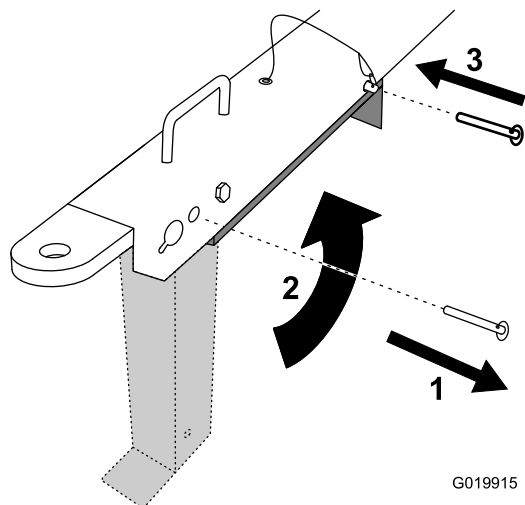

Figura 21
7. Retire el pasador de horquilla de la pata estabilizadora delantera y de la barra de tracción (Figura 21).
8. Gire la pata estabilizadora delantera hacia arriba e introdúzcala en la barra de tracción (Figura 21).
9. Introduzca el pasador de horquilla por el taladro trasero de la barra de tracción y la pata estabilizadora delantera (Figura 21).